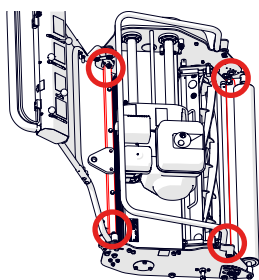

Fig. 24 - Puntos de anclaje para transporte
- Ancle la máquina al suelo o al palet utilizando unas correas de fijación adecuadas. Áncela pasando las correas alrededor de las barras de unión delanteras y traseras (que aparecen resaltadas en rojo en la Fig. 24).